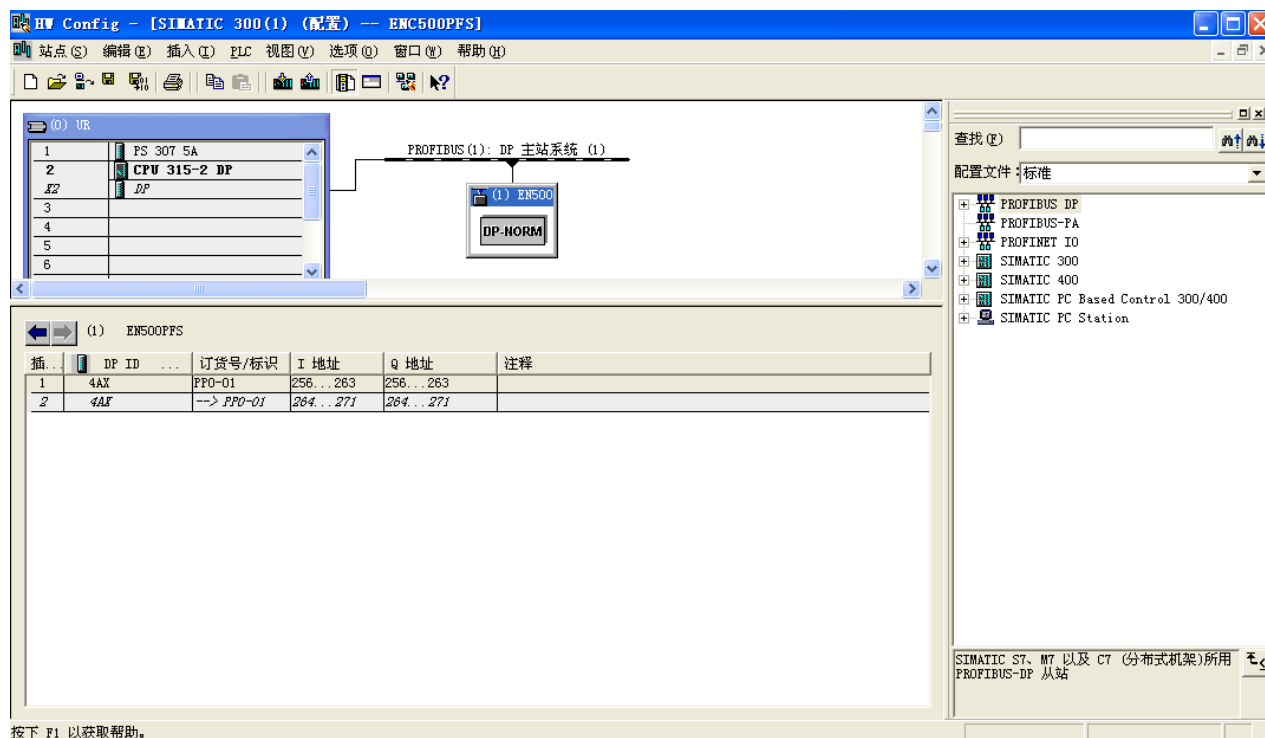

Рис. 3-13
9. Реальные аппаратные средства системы конфигурации показаны на Рис. 3-13: